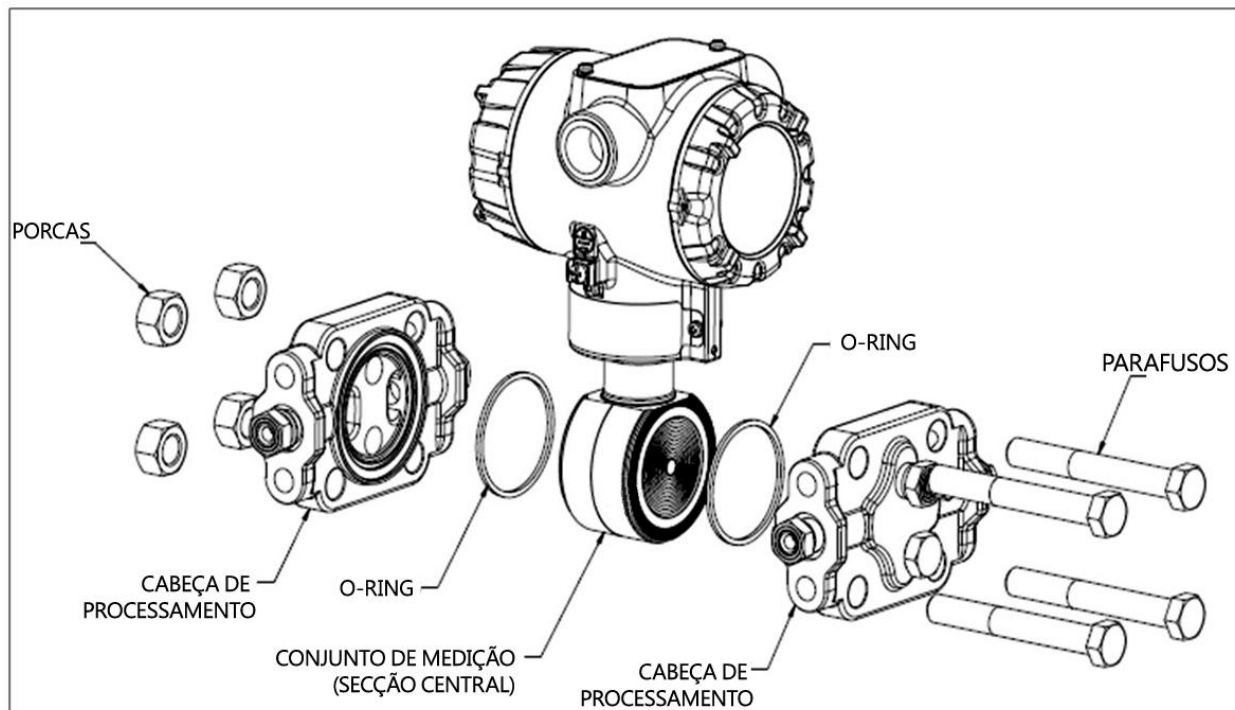

Figura 19 – Desmontagem da cabeça de um transmissor DP
O procedimento seguinte inclui os passos gerais para inspeccionar e limpar diafragmas de barreira. Poderá ser necessário modificar estes passos para responder a requisitos particulares relativos ao processo ou ao modelo de transmissor. A Figura 19 mostra uma vista ampliada de um conjunto de medição de um Transmissor de Pressão Diferencial (DP) para referência. Em termos de desmontar/montar de novo, os Transmissores de Pressão Manométrica (GP) e Pressão Absoluta (AP) são semelhantes.